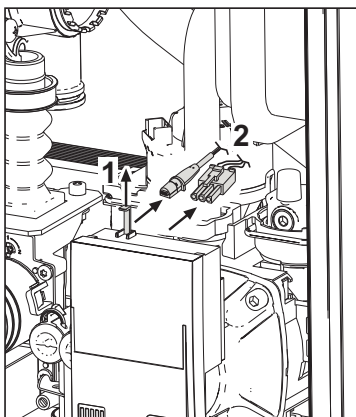

рис. 37
- Отключите электропитание циркуляционного насоса, высвободив соединения путем поднятия детали “1” на рис. 37.